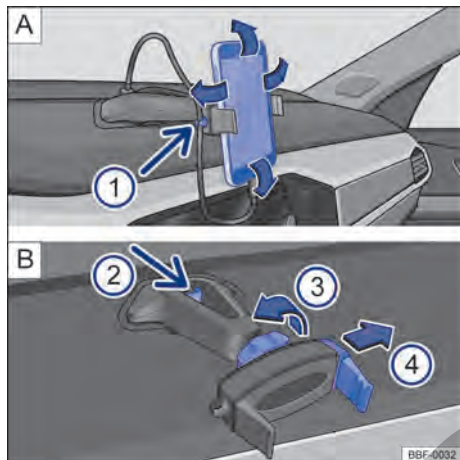

Fig. 166 En la consola central: soporte para teléfono celular y ajustes.
- Sujetar el soporte con una mano y presionar la tecla de desbloqueo → **fig. 166 B** ② (flecha).
- Con la varilla → **fig. 166 B** ④ mover en la dirección de la flecha, e instalar el teléfono celular en el alojamiento.
- Con la otra mano mover la varilla → **fig. 166 B** ④ hasta que se pueda retirar el aparato del alojamiento.
- Colocar el cable USB en la entrada cargador USB del soporte existente en el panel de instrumentos → **fig. 166 A**.
- Sujetar el cable en el soporte → **fig. 166 A** ①.
- Para liberar el movimiento del soporte, girar la traba → **fig. 166 B** ③ en la dirección opuesta de la flecha.
- Para fijar la posición, girar la traba en el sentido de la flecha ③ → **fig. 166 B** hasta la fijación completa del soporte.
i El soporte para teléfono celular tiene una garantía de 3 años, con excepción de la varilla deslizante (garra) → fig. 166 **B** ④ que tiene una garantía de **1 año**.